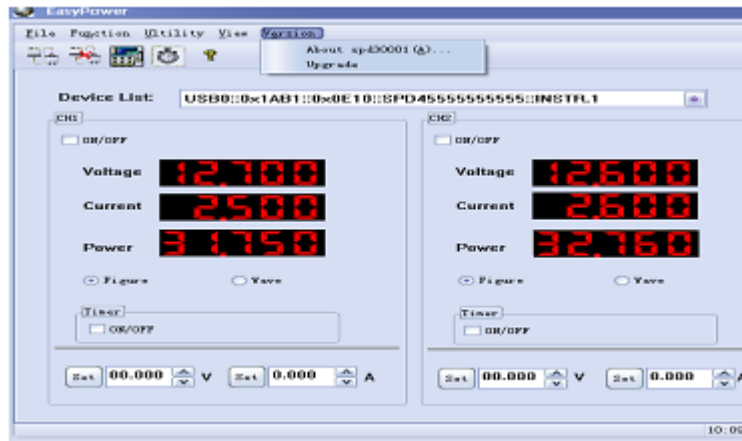

图 1
- (1) 确认连接好 USB 线缆，打开 EasyPower 软件，并确认与机器连接上。
- (2) 如图 1 所示，点击 Version 菜单上的 Upgrade 的子菜单，进入 USB 固件升级的对话框。